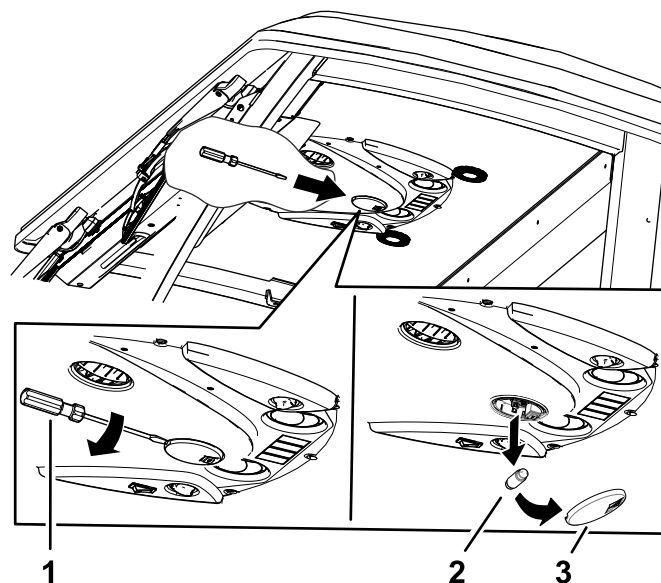

Figure 120
1. Avec un tournevis, enlevez le verre du panneau de commande (Figure 120).
2. Retirez l'ampoule du culot (Figure 120).